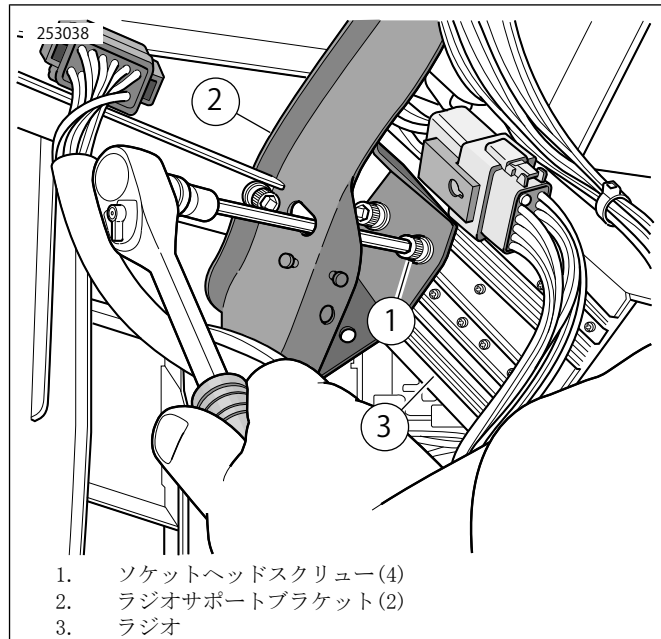

図2. AM/FMラジオの取り付け、右(プレーキ)側表記
3. 図2を参照してください。ソケットヘッドスクリー(1)を4本外し、左右ラジオサポートブラケット(2)からラジオを外します。ブラケットの楕円形の穴を使ってスクリーにアクセスし、スクリー取り外し後ラジオをサポートします。